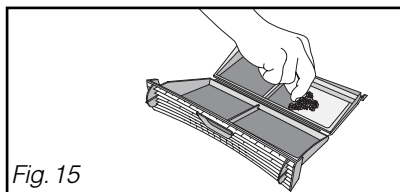

Fig. 15
- Nettoyez-le en le débarrassant de la mince couche de peluche qui le recouvre (Fig. 15).